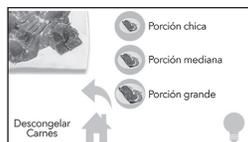

Figura 11
2. Una vez que oprima la opción de Descongelar deseada. El control le dará a escoger 3 tipos de porción: (Figura 11)